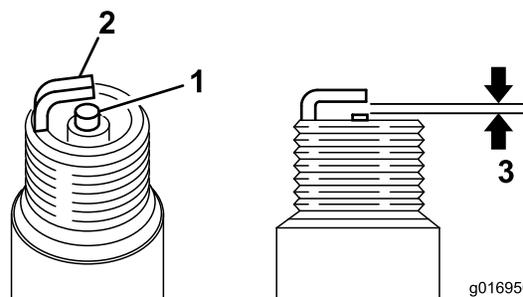

Figura 39
3. Impostate la distanza tra gli elettrodi a 0,6 - 0,7 mm, come illustrato nella Figura 39. Montate saldamente la candela con la giusta distanza tra gli elettrodi, quindi serratela a 23 N·m.